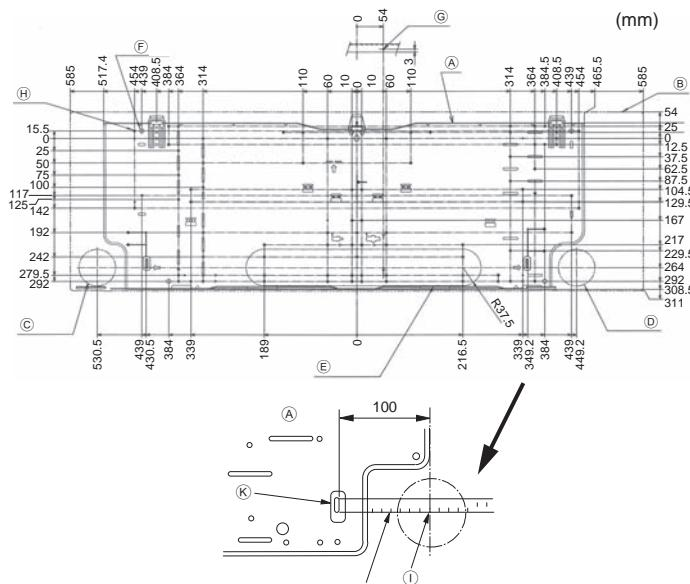

Fig. 3-2
■ PKFY-P-VKM-E (Fig. 3-2)
- Ⓐ Montageplatte ①